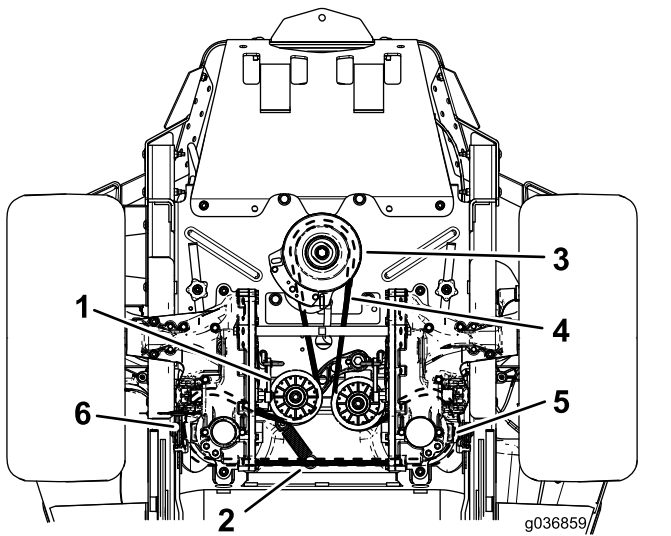

Figure 68
4. Soulevez la machine sur des chandelles (Figure 68).
6. Décrochez le ressort de la poulie de tension de son montant (Figure 68).
8. Placez une courroie neuve sur la poulie du moteur et des 2 poulies d'entraînement de la pompe hydraulique (Figure 68).